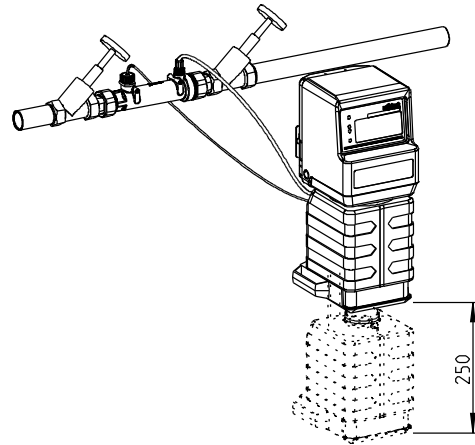

Abb. D-1: Dosiercomputer EXADOS® EK 6
2. Der eigentliche Dosiercomputer EXADOS® EK (Abb. D-1) der sich von den Dosiercomputer EXADOS® ES und EGS unterscheidet ist, dass in dem Kompaktgerät EK ein 3 Liter Dosierlösungsbehälter vorgesehen ist und bei den Dosiercomputer EXADOS® ES und EGS eine Sauglanze mit separatem 10/20 kg Einwegbehälter. Auf Wunsch kann auch ein Vorratsbehälter mit 100 oder 200 Liter Inhalt geliefert werden.
Bei dem Kompaktgerät EK ist darauf zu achten, dass für den Wechsel des Dosierlösungsbehälters nach unten ein Raum von mind. 250 mm vorhanden ist (Abb. D-1).